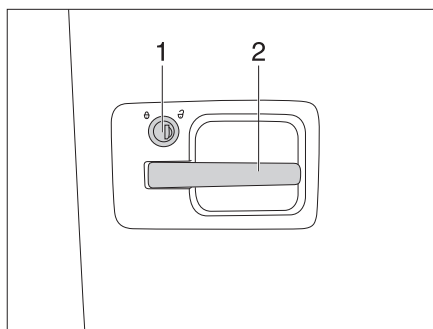
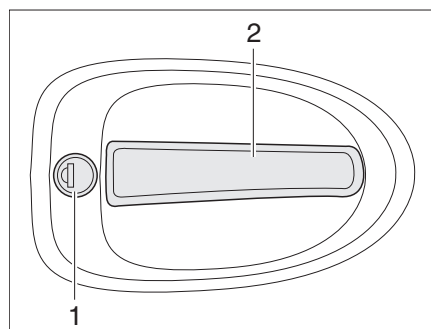

Bild 20 Dörrlås, utsida
Bild 21 Dörrlås, utsida
- Stick in nyckeln i låscylindern (Bild 20,1 och Bild 21,1) och vrid den medurs tills dörrlåset låses upp.
- Drag i dörrhandtaget (Bild 20,2 och Bild 21,2). Dörren är öppen.
- Stick in nyckeln i låscylindern (Bild 20,1 och Bild 21,1) och vrid den moturs tills dörrlåset har låsts.